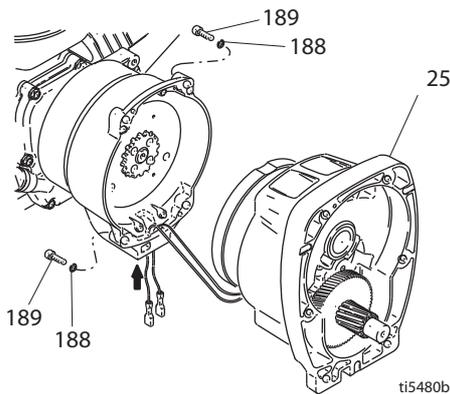
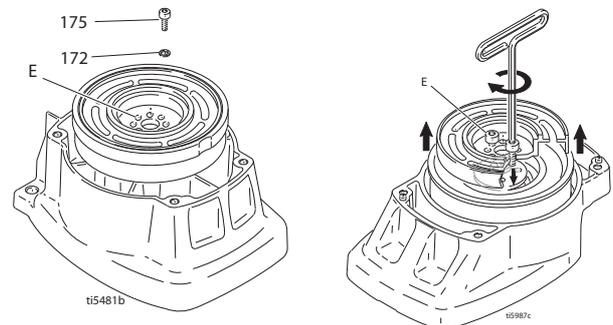

Fig. 4
Fig. 5
- 4 Fig. 4. Retirez les quatre vis (189), les rondelles (188) et le pignon (25).
- 5 Fig. 5. Placez le pignon (25) sur un établi avec le rotor orienté vers le haut.
- 4 Fig. 5. Déposez la pignonnerie sur l'établi avec le rotor orienté vers le haut.
- 5 Appliquez du produit d'étanchéité sur les vis. Mettez les quatre vis (170) et les rondelles d'arrêt (172). Serrez alternativement les vis à 125 po-lb jusqu'à ce que le rotor soit solidement fixé. Utilisez les trous taraudés pour maintenir le rotor.
- 6 Fig.4. Remontez le pignon (25) en le fixant avec les 5 vis (189) et rondelles (188).